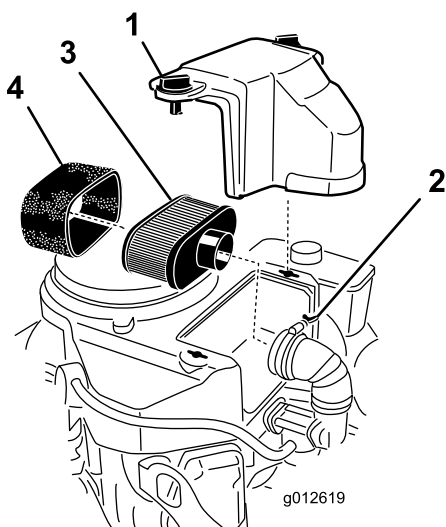

Figure 45
1. Nettoyez l'élément en papier en le tapotant pour faire tomber la poussière. Remplacez-le s'il est très encrassé (Figure 45).